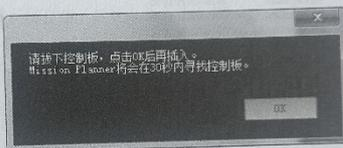

图 5-5 下载最新固件
a. 直接安装。选择对应的无人机机架类型，下载最新固件，弹出是否继续对话框，选择“是”，等待安装完成，会出现短暂的音乐声，如图 5-5 所示。声音停止后点击“确定”按钮。此时如果是第一次刷 AC3.2 固件，则会提示需要进行罗盘重新校准。